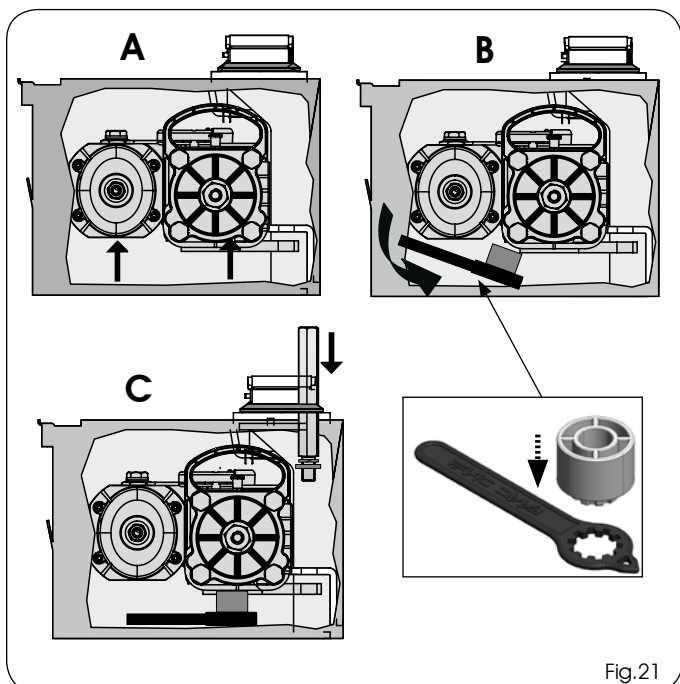

Fig.21
- 13) Levante el operador por las manillas (Fig.21 ref.A), de forma que el piñón entre en el casquillo ranurado de la caja portante. Para facilitar la operación, gire ligeramente el operador hasta que se produzca el acoplamiento.